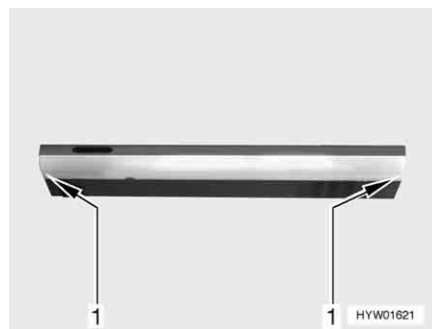

Bild 235 Kochstellenleuchte
- Am Leuchtenglas (Bild 235,1) ziehen. Mit dem Herausziehen immer ganz links oder ganz rechts an der Kochstellenleuchte beginnen.